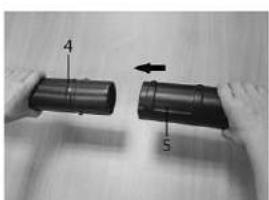

Fig.2
1. Emboitez le tube souffleur (4) et le bec souffleur (5) ensemble puis faites faire une rotation au bec souffleur pour les verrouiller. (Fig 2 & 3)